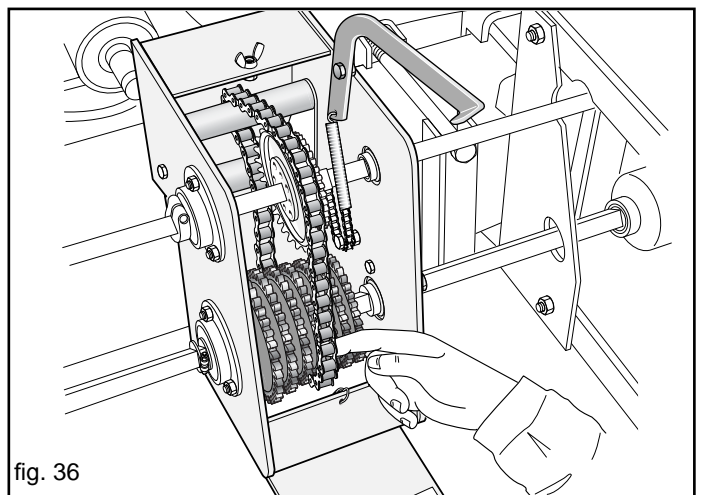

fig. 36
- Die Kette auf die Zahnräder legen und diese ausrichten (Abb. 36).